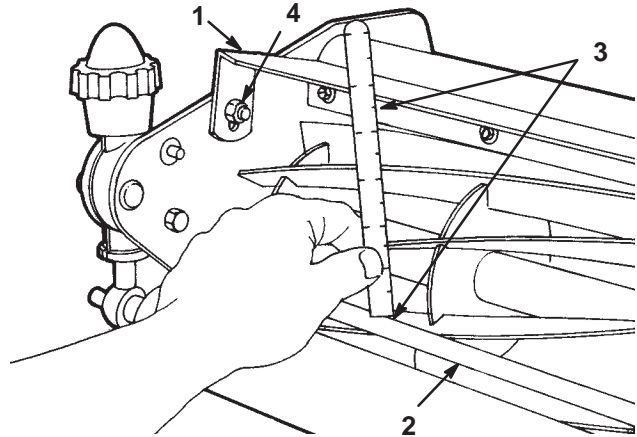

Bild 8
1. Stellen Sie das Mähwerk in normale Schneidstellung und messen Sie an jeder Seite des Mähwerks den Abstand zwischen dem oberen Ende der vorderen Querstrebe und dem Schutzblech (Bild 8).
2. Für normale Schneiden sollte der Abstand zwischen dem Schutzblech und der Querstrebe 121 mm betragen. Lösen Sie die Kopfschrauben und Muttern, mit denen das Schutzblech an jeder Seitenplatte befestigt ist. Stellen Sie das Schutzblech auf die richtige Höhe ein und ziehen Sie die Befestigungen fest (Bild 8).